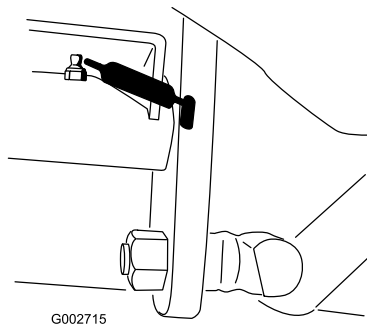

Рисунок 21
- Шарнир педали управления тягой (1 шт.) (Рисунок 21)